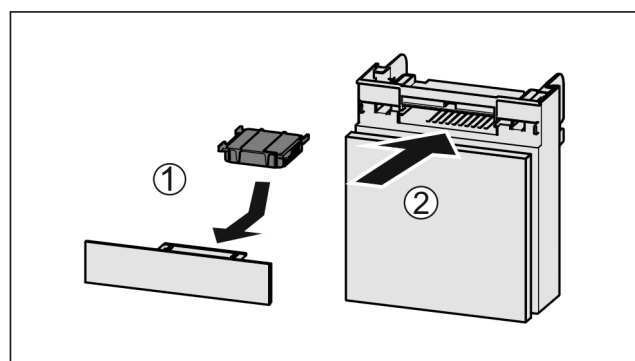

Fig. 262
- Insérer le filtre à charbon actif d'après le schéma Fig. 262 (1).
- Insérer le compartiment Fig. 262 (2).